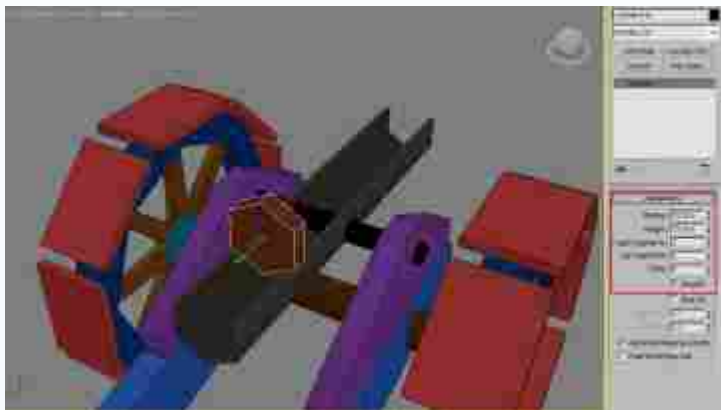
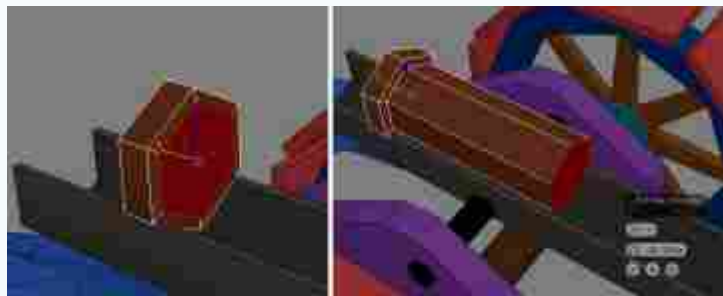

图2-35 战车炮口主体模型
图2-36 炮筒基础模型结构编辑
(17) 制作战车炮台主体部分的模型。结合前面制作炮台凹槽的结构造型，单击  (创建) 面板下  (几何体) 中的“长方体”按钮，创建一个六边体将其摆放到合适的位置，调整圆柱体基础参数，如图2-35所示。单击右键把创建的基础模型转换成可编辑的多边形物体，进入  (面) 级状态，单击下方的  按钮进入编辑模式，拉出一个层级面，重复操作两次，注意调整炮筒造型的变化，如图2-36所示。